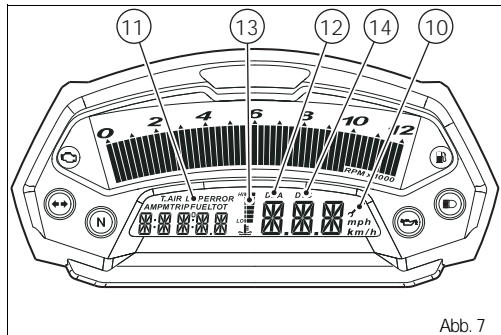

Abb. 7
10) INSPEKTIONSANZEIGE (Abb. 7).
11) LAP-FUNKTION (Abb. 7).
12) DDA-FUNKTION (Abb. 7).
13) ÖLTEMPERATURANZEIGE (Abb. 7).
14) TRAKTIONSKONTROLLE (DTC) (Abb. 7).